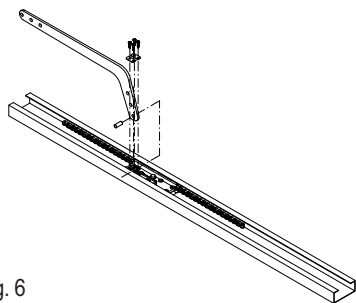

Fig. 6
- Monte el brazo de arrastre (fig. 6).